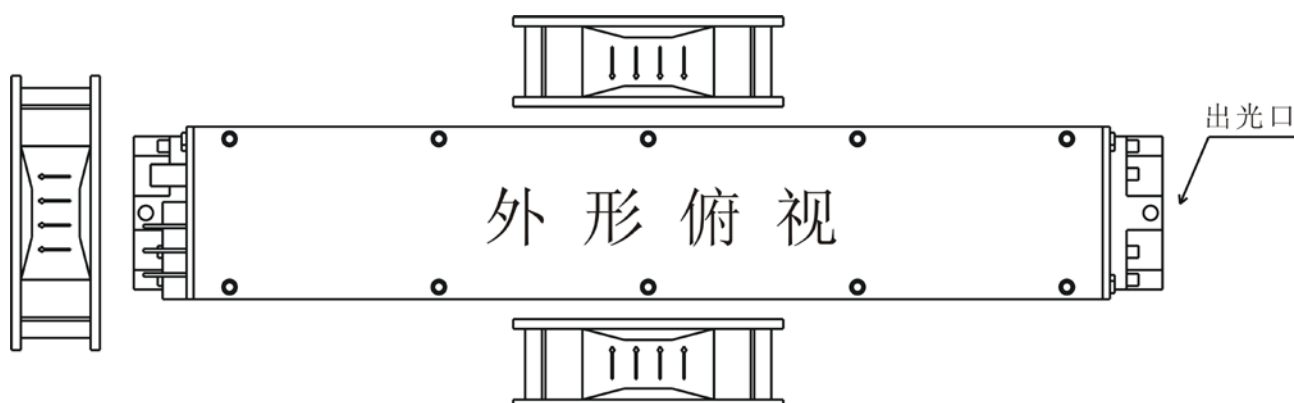

图1 标准风扇安装方法
4. 在机箱外壳上须装有排风装置(排风扇可安装在机箱尾部)，且机箱上须有通风孔，保证机箱内空气可以循环，热量可以及时从机箱内排出，以保证激光器良好的散热性能。（如图 1 所示）
后面板包括（见安装图 1）： 1. 电源输入接线端子 2. 开关